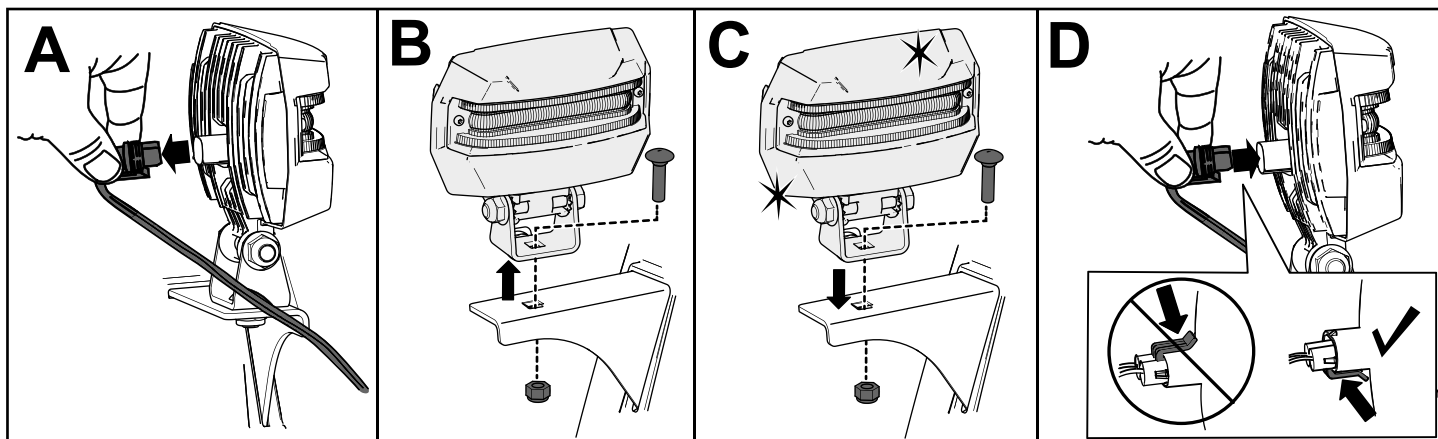

Figura 35
1. Detașai cablul de pe partea din spate a farului (A din Figura 35).
2. Scoateți urubul și piulița care fixează farul pe suportul acestuia și îndepărtați farul vechi (B din Figura 35).
3. Fixați farul nou pe suport cu urubul și piulița pe care le-ați demontat la pasul anterior (C din Figura 35).
4. Introduceți cablul în spatele farului până când se fixează în poziție (D din Figura 35).